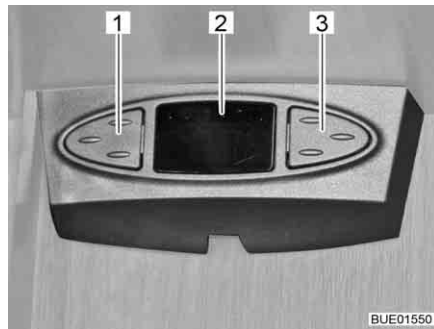

Bild 28 Sat-Maus
Je nach Modell ist die Satellitenanlage mit einer Sat-Maus ausgestattet. Die Anzeige (Bild 28,2) der Sat-Maus zeigt den eingestellten Kanal an. Mit den beiden Tasten können die Grundfunktionen der Satellitenanlage bedient werden (Senderwechsel, Ein-/Ausschalten).
- Vorherigen Sender aus der Senderliste wählen: Linke Taste (Bild 28,1) drücken.
- Nächsten Sender aus der Senderliste wählen: Rechte Taste (Bild 28,3) drücken.
- Zwischen Radio und TV umschalten: Tasten (Bild 28,1 und Bild 28,3) gleichzeitig kurz drücken.
- Receiver ein-/ausschalten: Tasten (Bild 28,1 und Bild 28,3) gleichzeitig drücken und gedrückt halten.